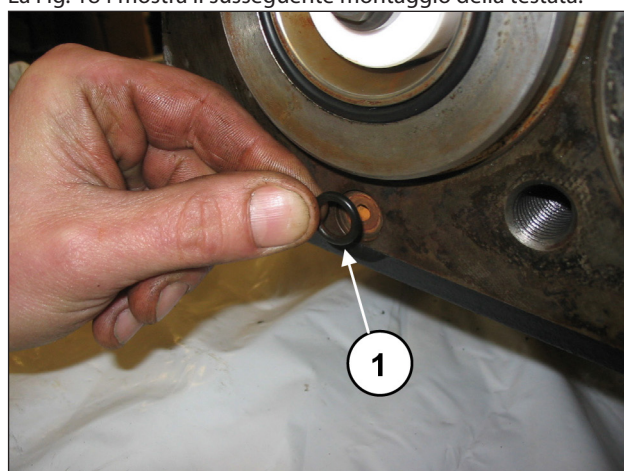

Fig. 183
Montare l'O-ring del foro di ricircolo (pos. ①, Fig. 183).